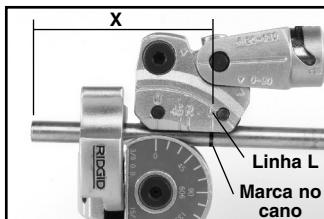

Figura 6 – Antes
- Marque o cano na distância desejada (X) da característica (extremidade do cano, curva, etc.). O centro da perna da curva estará a esta distância da característica.
- Se a característica estiver à **ESQUERDA** da marca (ver Figura 6 – Antes), alinhe a marca no cano com a linha "L" do carro.